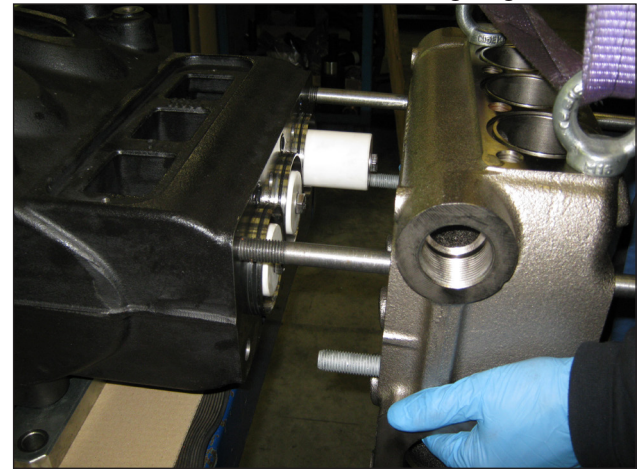
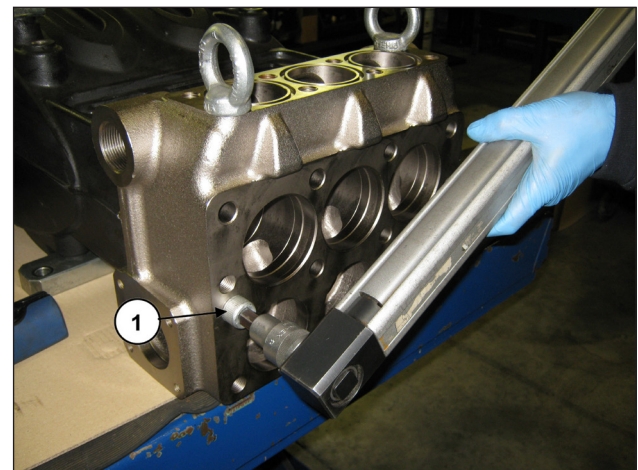

Abb. 119
Abb. 120
Bauen Sie den Kopf auf das Pumpengehäuse an (Pos. ①, Abb. 119) und achten Sie darauf, nicht gegen die Kolben zu stoßen. Ziehen Sie dann die 2 Schrauben M16x180 (Pos. ①, Abb. 120) mit einem Drehmomentschlüssel fest, wie in Kapitel 3 EICHWERTE FÜR DEN SCHRAUBENZUG gezeigt.